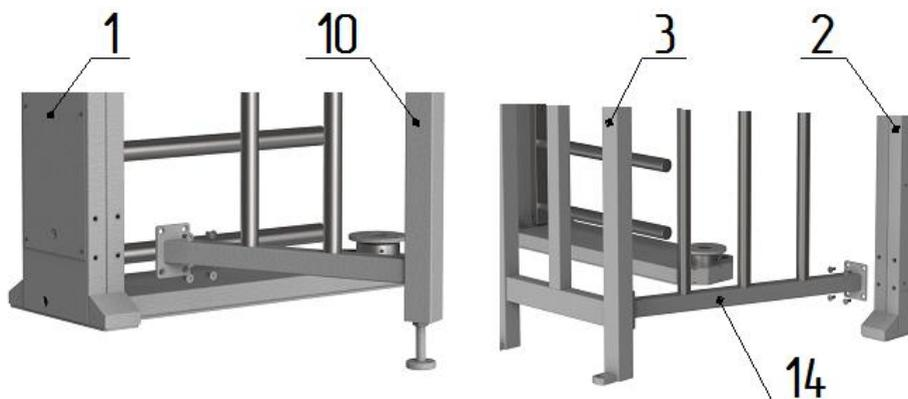

Рис. 6
- к боковым плоскостям стойки шлюза **2** аналогично установите ограждения **13** и **14** (рис.6) и закрепите винтами М8;